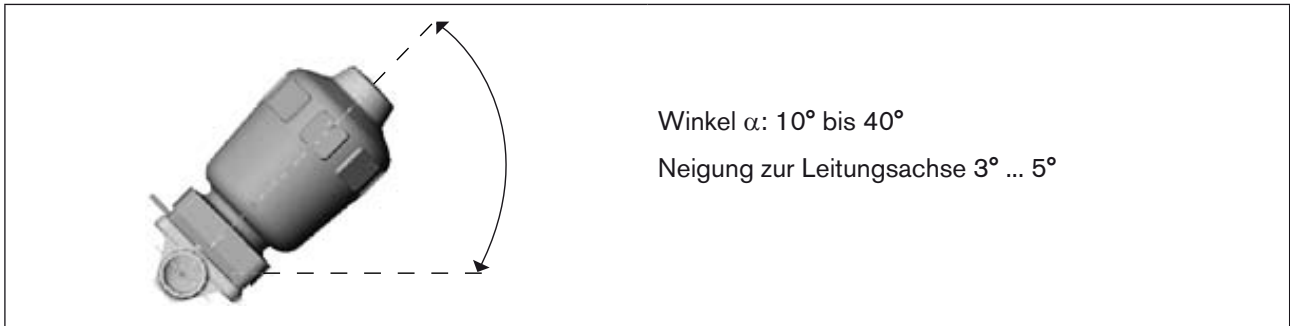

Bild 11: Einbaulage zur Selbstentleerung des Gehäuses
- Gehäuse um den Winkel  $\alpha = 10^\circ$  bis  $40^\circ$  geneigt zur Horizontalen einbauen (siehe *Bild 11: Einbaulage zur Selbstentleerung des Gehäuses*).